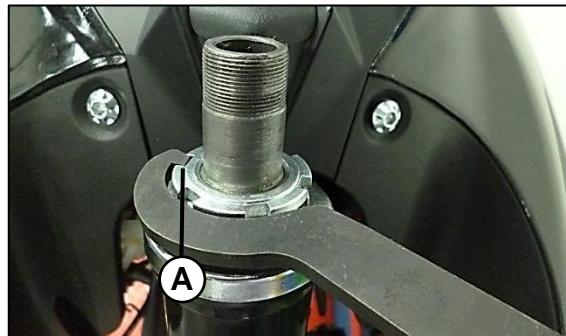

Fig. 12
Utilice la herramienta especializada y desensamble las dos tuercas castillo (A). **Fig. 12**